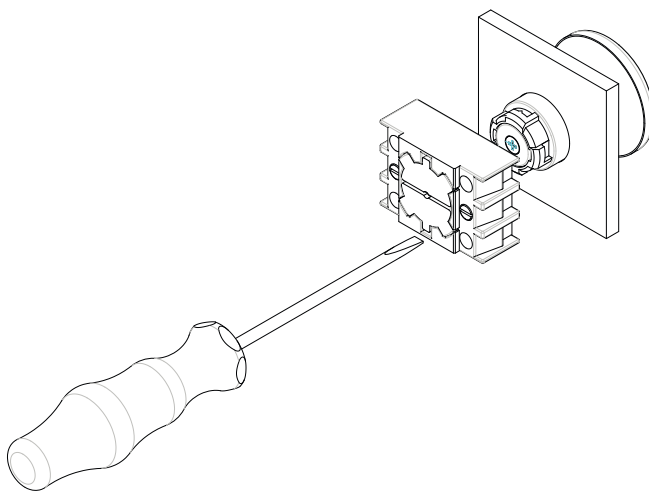

図 13
2. 取り付けフランジの取り外しは、取り付けフランジのネジを緩めて行います。取り付けフランジを約45°反時計回りに回し、取り外します(図13参照)。